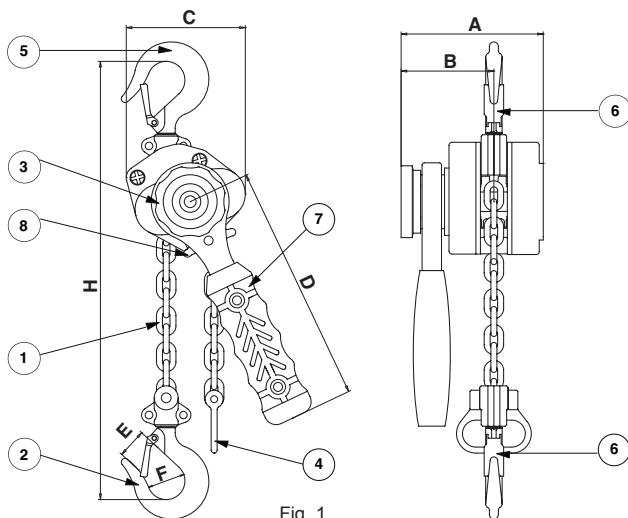

Fig. 1
El polipasto Bravo™ AC es suministrado equipado con una cadena de elevación (ítem. 1, fig. 1) de una altura estándar de elevación de 1.50 m. La cadena de elevación está constituida de un solo ramal con, teniendo en su extremo un gancho de elevación (ítem. 2, fig. 1). El extremo libre está equipado con un tope de fin de carrera bajo (ítem. 4, fig. 1).
1. Verificar que el polipasto Bravo™ AC está correctamente suspendido de su gancho de suspensión (ítem 5, fig. 1) y que el trinquete de seguridad del gancho (ítem 6, fig. 1) está bien cerrado (ver las figuras 2 y 3).
El polipasto Bravo™ AC es maniobrado mediante una palanca (ítem 7, fig. 1), accionada por el operador en movimiento de vaivén para elevar o bajar una carga, tirar o aplicar una tensión.